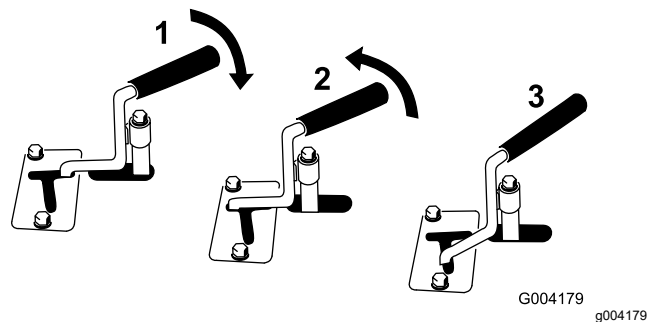

Figure 12
- Pour utiliser un accessoire hydraulique en avant, tournez le levier de commande en arrière et abaissez-le jusqu'à la barre de référence (Figure 12, repère 1).
- Pour utiliser un accessoire hydraulique en arrière, tournez le levier de commande vers l'arrière, puis poussez-le vers la gauche dans le cran supérieur (Figure 12, repère 2).
**Remarque:** Si vous relâchez le levier alors qu'il est en position de fonctionnement AVANT, il revient automatiquement en position de POINT MORT (Figure 12, repère 3). S'il est en position de fonctionnement ARRIÈRE, il reste dans cette position jusqu'à sa sortie du cran.